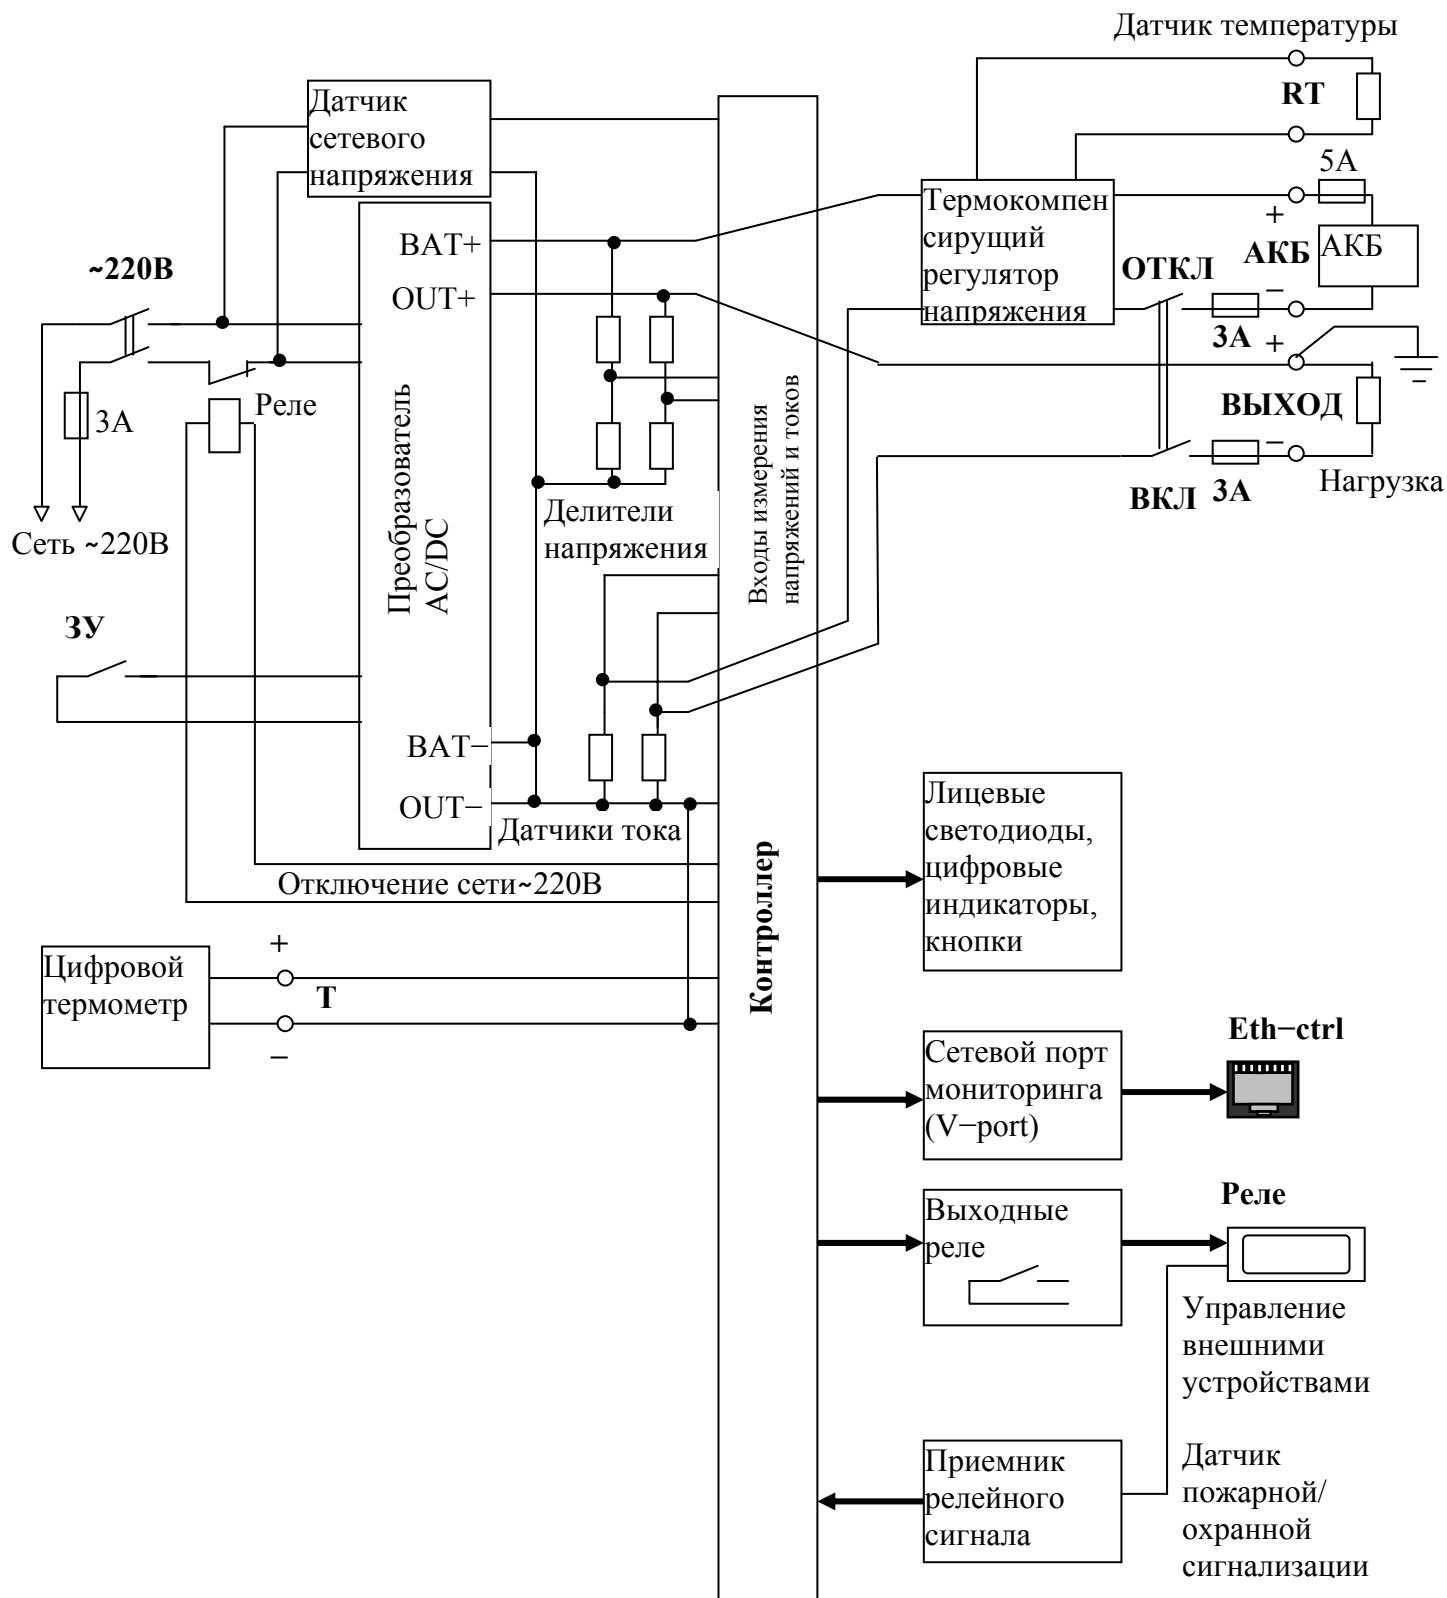

Рис.1. Функциональная схема блока.
3.1. Блок содержит следующие функциональные узлы (рис.1):